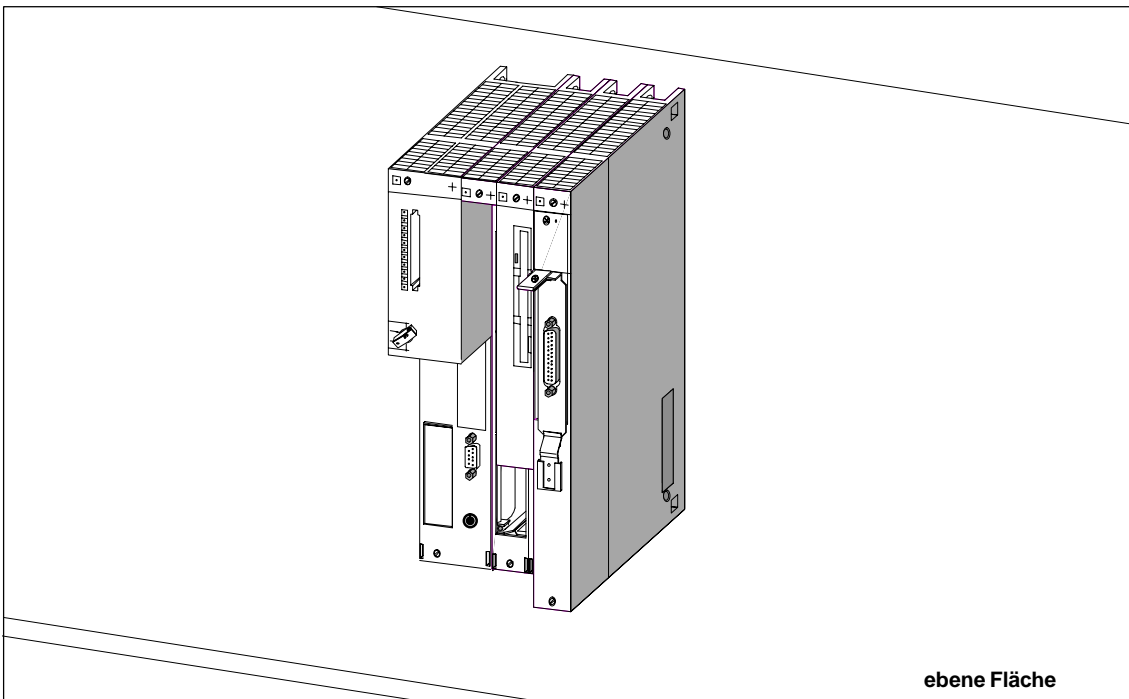

Bild 8-25 Baugruppenverbund aus Zentralbaugruppe und Erweiterungen
9. Stellen Sie den Baugruppenverbund auf einer ebenen Fläche ab (Bild 8-25).